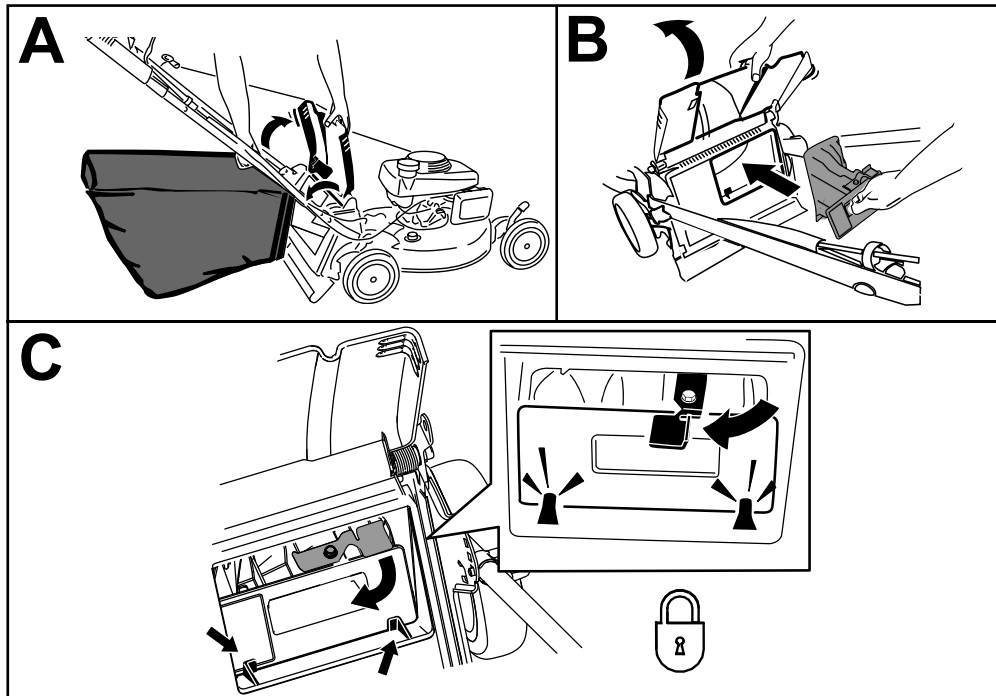

Figure 18
1. Relevez et maintenez le déflecteur arrière dans cette position, puis soulevez le bac à herbe par la poignée pour le dégager des crans des supports de poignée (encadré A de la Figure 18).
2. Installez l'obturateur arrière (encadré B de la Figure 18).
**Important:** Vérifiez que l'obturateur arrière est verrouillé en place. Pour verrouiller l'obturateur, appuyez fermement dessus jusqu'à ce qu'il s'enclenche en position derrière les pattes, et tournez le levier situé sur l'obturateur vers la gauche (encadré C de la Figure 18).